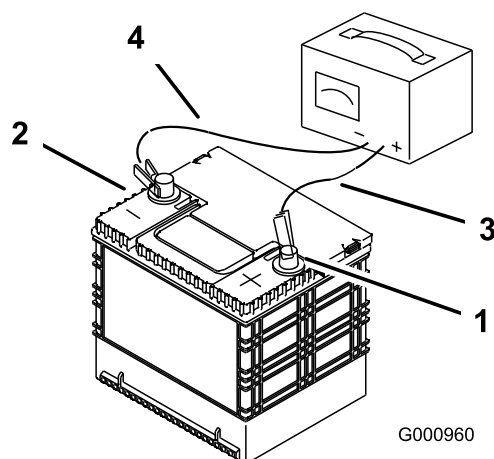

Figure 49
2. Quand la batterie est chargée au maximum, débranchez le chargeur de la prise, puis débranchez les fils du chargeur des bornes de la batterie (Figure 49).